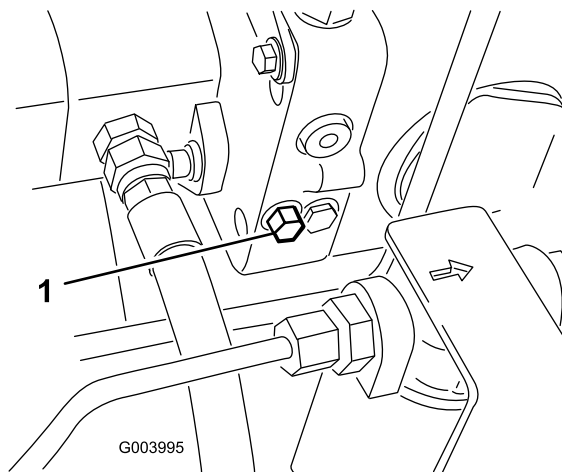

Figura 43
1. La valvola di bypass è situata sul lato sinistro dell'idrostat (Figura 43). Fate ruotare di un giro e mezzo il bullone per aprire e lasciare bypassare l'olio all'interno. Dal momento che il fluido viene bypassato, potete spostare lentamente la macchina senza danneggiare la trasmissione.